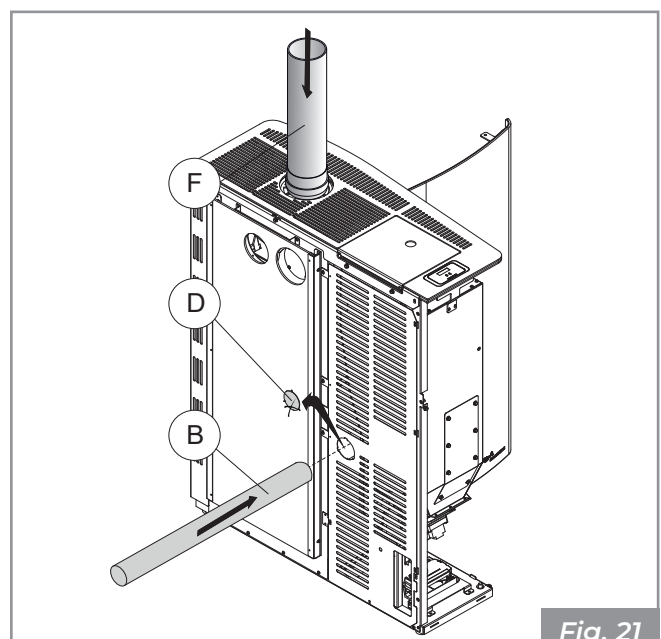

Fig. 21
- Retirer la tôle pré-coupée (**D**) du panneau arrière. Raccorder le tuyau d'air de combustion (**B**) au coude à 90°, en le faisant passer par le trou libre du panneau arrière, puis en le raccordant à une prise d'air externe. Relier le tube d'évacuation de la fumée (**F - Fig. 21**).